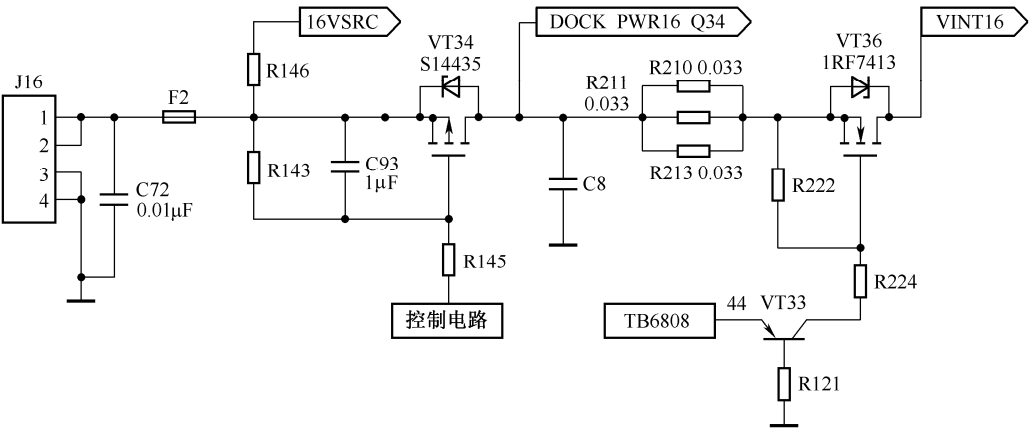

图 6-39 IBM T30 适配器供电中的保护隔离电路
IBM T30 适配器供电中的保护隔离电路如图 6-39 所示。交流电源适配器输出的 16V 电压送到 4 芯插座 J16①、②脚，经熔丝 F2 输出 16VSR，给待机电路和开机电路等供电。P 沟
R210、R211、R213 为适配器供电时的整机过流精密取样电阻（如图 6-39 所示），过流取样电压加到 ADP3806 的②、③脚，经内部 AMP2 放大后，作为工作状态 ISYS 信号从④脚输出等相关电路，经处理后，使显示屏显示电池充电状态。